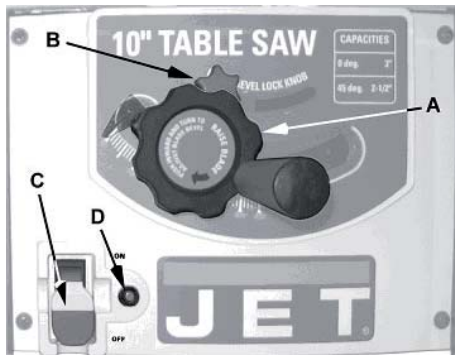

Рис. 24
- Расположен на передней панели основной конструкции станка (С, Рис. 24).
### Защита от перегрузок (рис. 24)